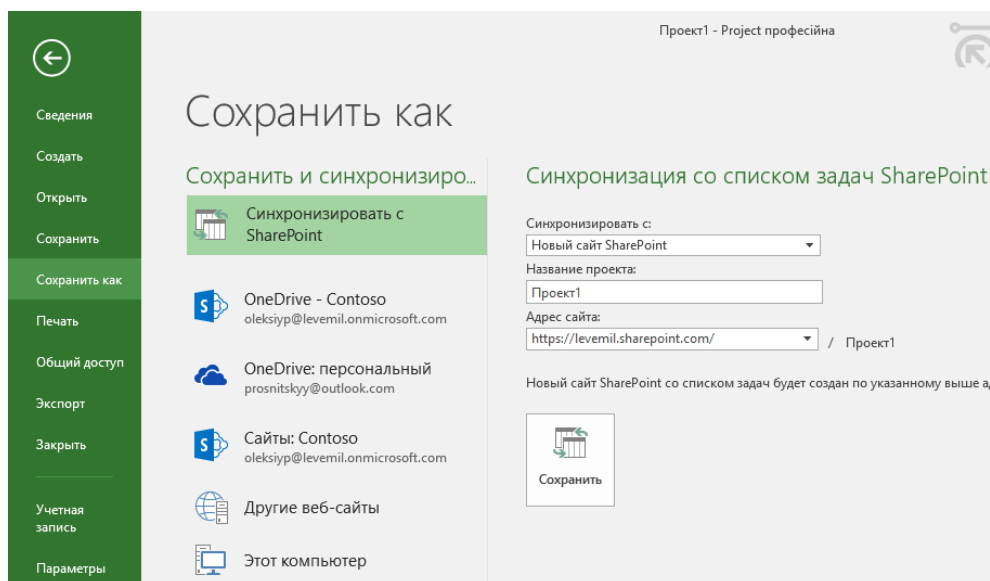

Рисунок 2.22 – Представление «План ресурсов» при подключении к Project Server 2016/Project Online
1. Сохранение файла в SharePoint, для того чтобы пользователи смогли совместно работать над файлом Project в Microsoft® SharePoint® (см. рисунок 2.22).